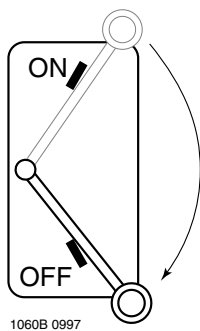

Figura 16 - Desconecte la corriente eléctrica
Paso 1. Desconecte la corriente al motor (figura 16).